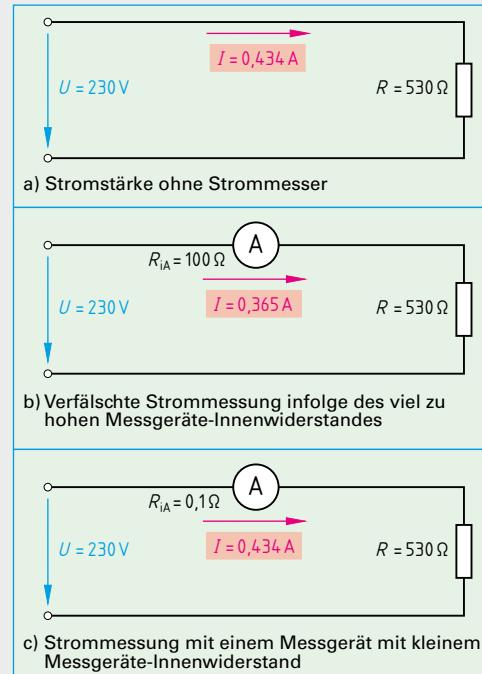

**Bild 1: Krafteinwirkungen zwischen elektrischen Ladungen**
3. Zwischen elektrischen Ladungen bestehen Kraftwirkungen (**Bild 1**).